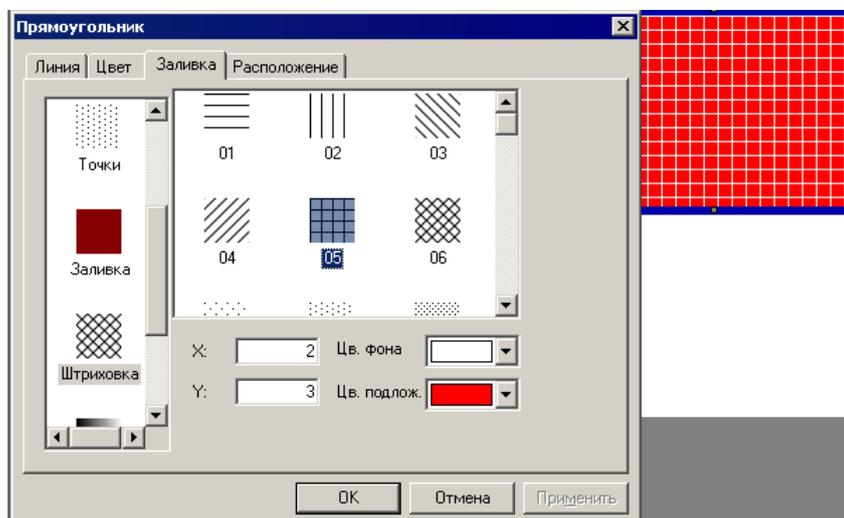

Рисунок 137
- поля «Цв. (цвет) фона» и «Цв. (цвет) подложки», в котором из раскрывающихся списков могут быть выбраны требуемые цвета (см. рис. 137).